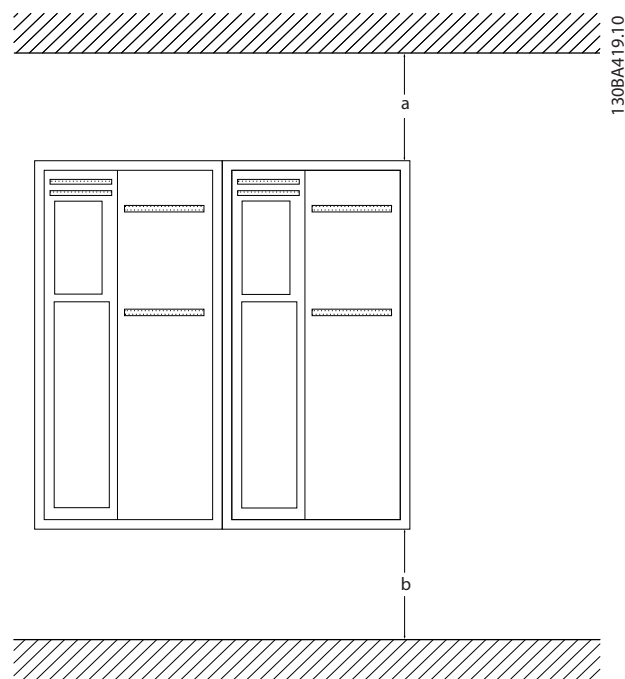

图 2.1 顶部和底部冷却间隙
- 顶部和底部须留出空气冷却间隙。间隙通常须达到 100-225 毫米（4-10 英寸）。有关间隙要求，请参阅图 2.1。